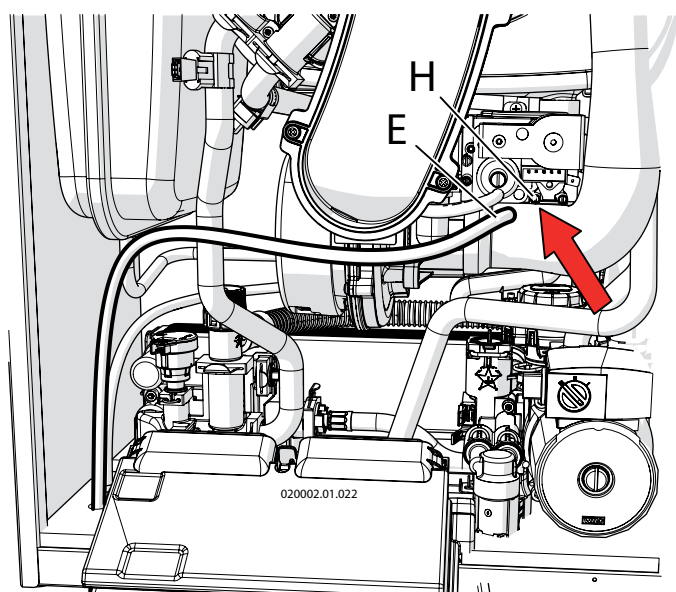

Figura 6.10 - Prese di pressione dell'aria comburente
- 7.- allentare la presa di pressione "H" di cui alla Figura 6.10;
- 8.- procurarsi un tubo di silicone diametro esterno 10 mm e diametro interno 7mm (particolare "E" di figura 6.10) inserirlo nella presa di pressione "H";